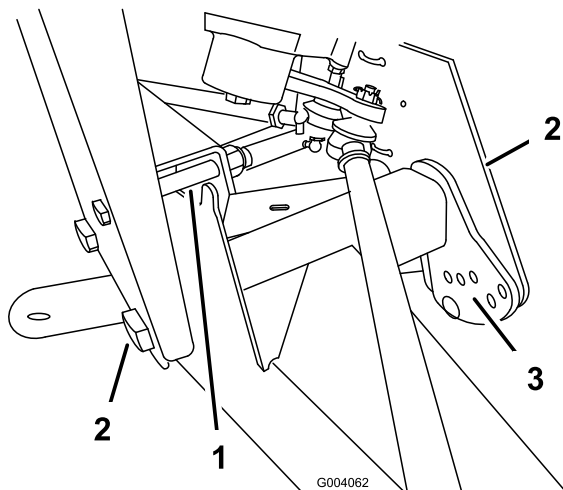

Figura 41
2. Rimuovete il bullone limitatore della corsa (Figura 41).
3. Allentate i bulloni di centraggio sul telaio ad A anteriore (Figura 41).
4. Rimuovete il bullone di regolazione dell'altezza di marcia (Figura 41).
5. Girate il telaio ad A anteriore nella posizione opportuna (vedere la nota in calce) e rimontate il bullone di regolazione dell'altezza di marcia (Figura 41).
7. Rimontate il bullone limitatore della corsa (Figura 41).